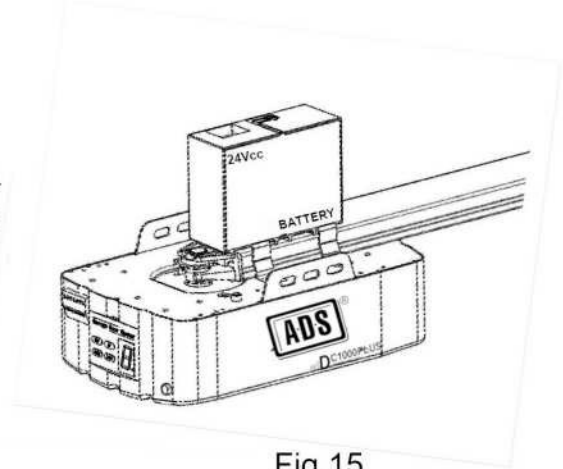

Fig.15
- 2.Conecte la Batería de Respaldo al Abrepuertas de Garage (Fig.15).